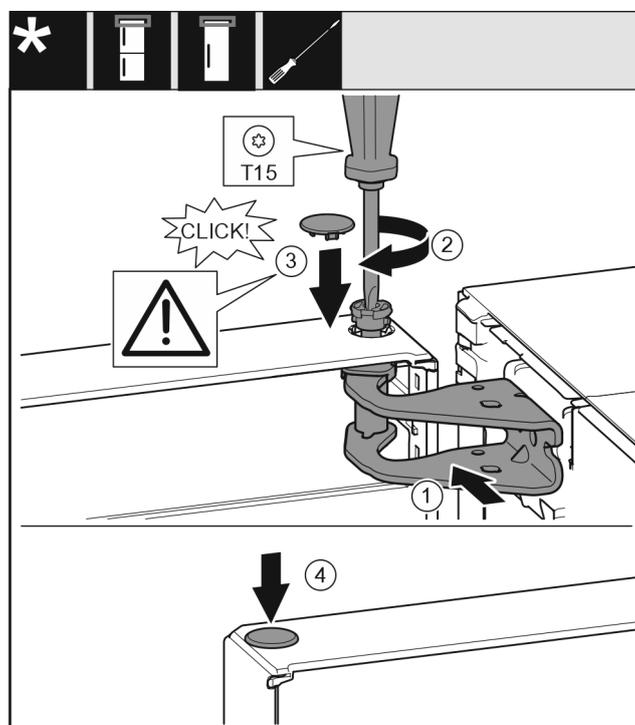

Fig. 24
- ▶ Tür oben zur Öffnung im Lagerbock ausrichten. Fig. 24 (1)
- ▶ Bolzen einsetzen und mit Schraubendreher T15 festschrauben. Fig. 24 (2)
- ▶ Sicherungsabdeckung zur Sicherung der Tür montieren: Sicherungsabdeckung einsetzen und Kontrollieren ob sie auf der Tür aufliegt. Ansonsten Bolzen vollständig einsetzen. *Fig. 24 (3)*
- ▶ Stopfen einsetzen. *Fig. 24 (4)*